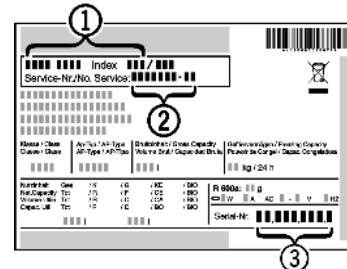

Fig. 9
- ▶ Наименование устройства Fig. 9 (1), сервисный № Fig. 9 (2) и серийный № Fig. 9 (3) считайте с заводской таблички. Заводская табличка находится внутри устройства слева.
- ▷ Обратитесь в сервисную службу и сообщите вид неисправности, наименование устройства Fig. 9 (1), сервисный № Fig. 9 (2) и серийный № Fig. 9 (3).